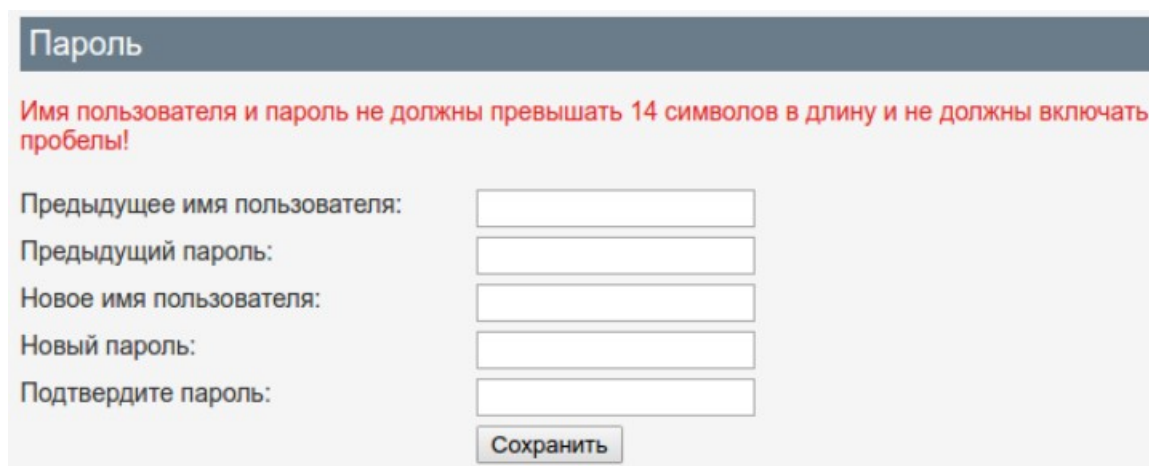

Рис. 26: Настройка имени пользователя и пароля
1. В веб-интерфейсе дозатора выберите **Настройки > Пароль** (Рис. 26).